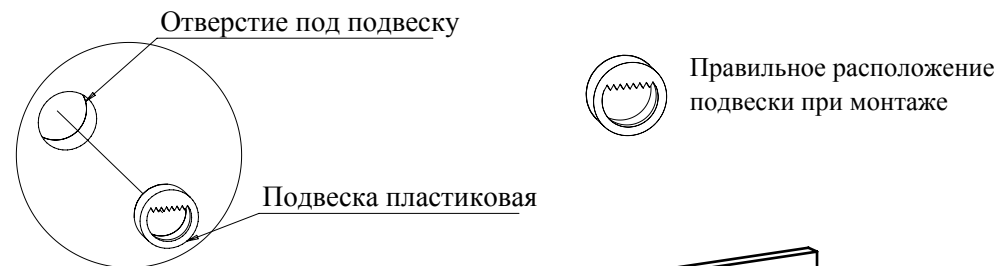

Рис.1
1. Установите подвески пластиковые (Рис. 1).
Важно: установите подвеску пластиковую таким образом, чтобы площадка с зубчатой опорой была строго сверху (Рис. 1). Такое расположение подвески обеспечит легкое выполнение монтажа изделия на стене и его регулировки.